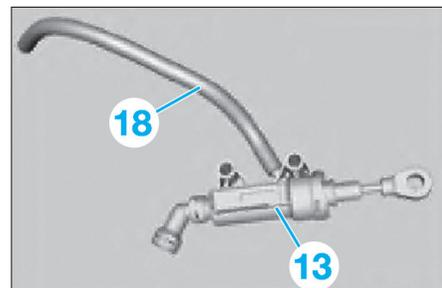

Fig. 18
- Débrancher le flexible d'alimentation (18) du cylindre émetteur d'embrayage (13) (Fig.18).